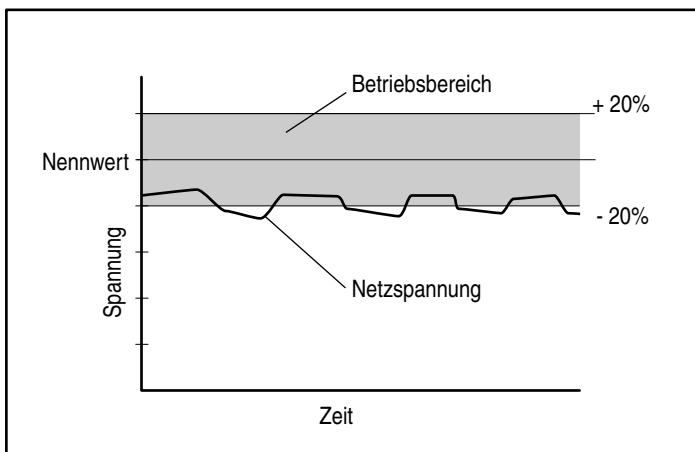

Abbildung 4-5. Die Verschiebung der Netzspannung macht möglicherweise eine Anpassung des Betriebsbereichs erforderlich.
- Falls sich die Netzspannung von der aktuell konfigurierten Nennspannung unterscheidet, jedoch innerhalb einer Bandbreite von  $\pm 20\%$  bleibt (siehe Abbildung 4-5), empfiehlt es sich, die Nennspannung durch Auswahl des geeigneten Parameters an die vorhandene Netzspannung anzupassen.